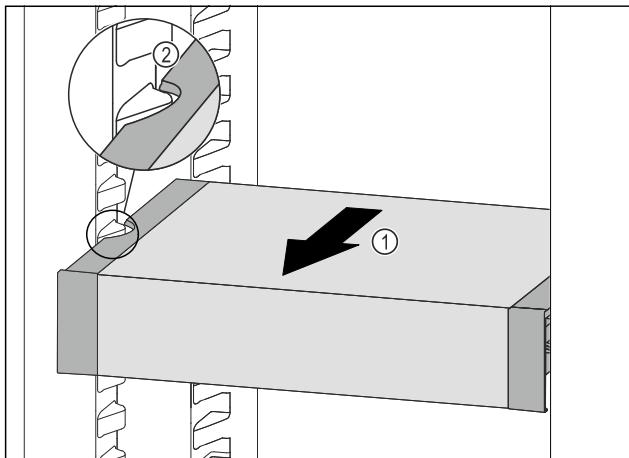

Fig. 151
- ▶ Издеглете VarioSafe напред Fig. 151 (1), докато страничните прорези на VarioSafe се намират на височината на реброто на съда в хладилната част. Fig. 151 (2)